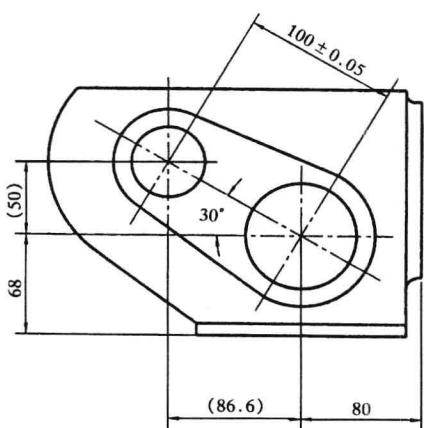

图 1 功能尺寸直接标出
①零件的功能尺寸应直接注出,不应依靠其他尺寸换算来保证零件的功能要求,如图 1 中所示的 100 ± 0.05 。
②同一要素的尺寸应直接注出,如孔的直径和深度、槽的深度和宽度等。
③尽量避免在不可见的轮廓线上标注尺寸。